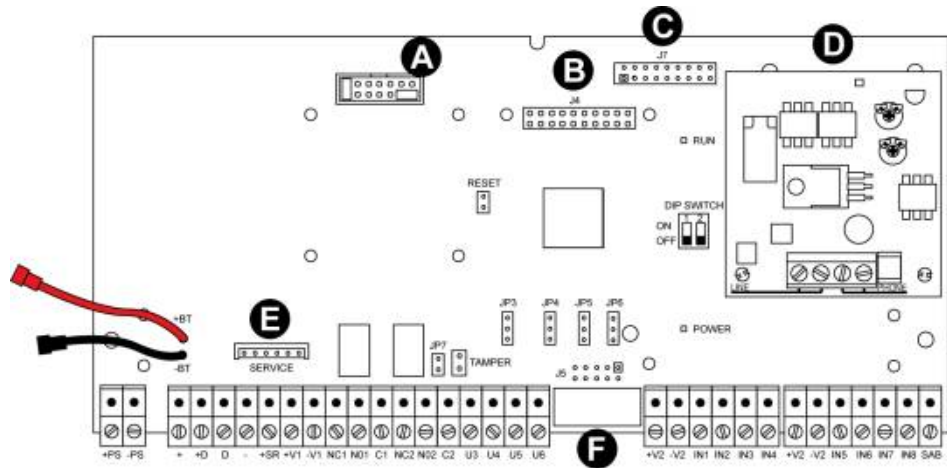

Fig. 4
- Inserire l'altra estremità del cavo Flat sull'apposito connettore di centrale in posizione **F** (Fig.4).